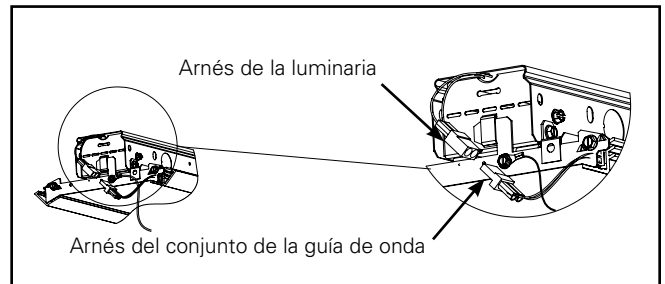

Figura 12.
5. Conecte el arnés de cables del LED en cada extremo del conjunto de la guía de onda. (Figura 12.)